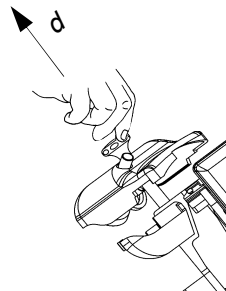

Abb. 38
- kontrollieren, dass die Schleifvorrichtung gut auf der Maschine fest sitzt und einfach abgenommen werden kann (Abb. 38 Detail d).